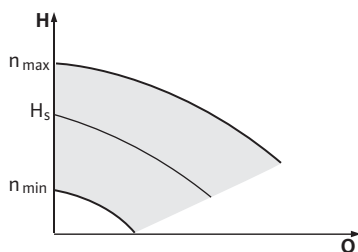

Fig. 12: modo manual
la velocidad de la bomba puede mantenerse constante a un valor entre n_{\min} y n_{\max} (Fig. 12). El modo de funcionamiento "modo manual" desactiva el resto de modos de regulación.
- La bomba principal es la bomba que está a la izquierda según el sentido del flujo. Conecte la sonda de presión diferencial a esta bomba. Los puntos de medición de la sonda de presión diferencial de la bomba principal deben estar en el tubo colector correspondiente en el lado de aspiración y de impulsión del sistema de bomba doble (Fig. 12).